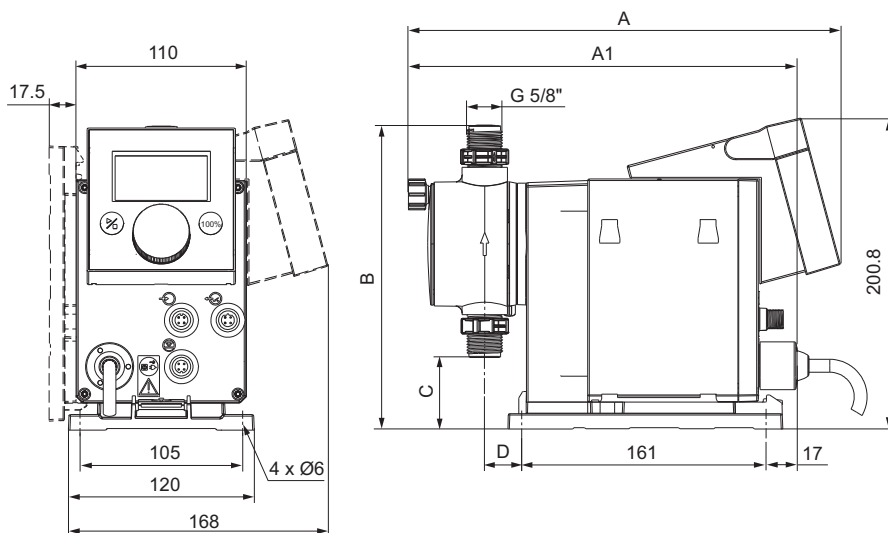

Fig. 4 Måttskiss
- Monteringsplattan kan användas som bormall, se fig. 4 för hålavstånd.